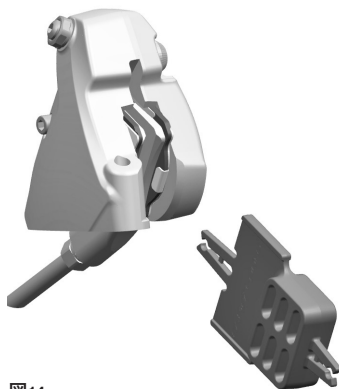
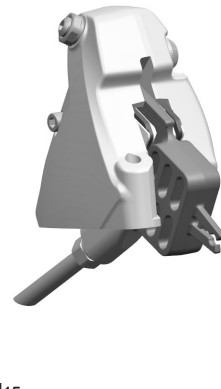

図14
図15
- ・ ホイールを自転車から外す場合は、ブレーキ・レバーが誤って動作すると、ディスクを差し込むことができなくなるため、両側のブレーキ・パッドが接触しないように、輸送用ツール（図14 / 図15）を装着します。両側のブレーキ・パッドが接触してしまった場合は、資格のあるメカニックやカンパニョーロ プロ・ショップに連絡し、調整を依頼してください。